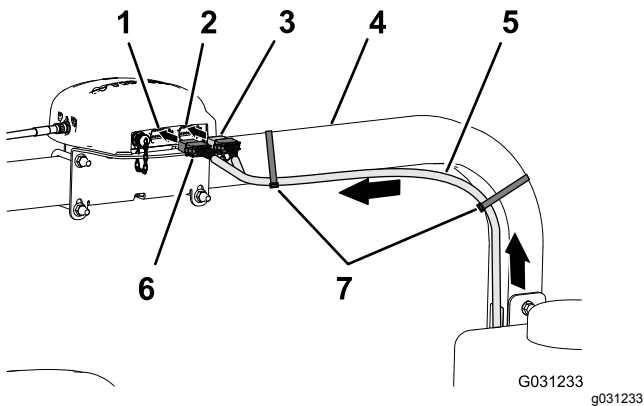

Bild 134
2. Verlegen Sie den 390-cm-Zweig des Datenkabelbaums entlang des rechten Überrollschutzrohrs mit dem 12-Buchsen-Stecker (**grau**) und den 12-Buchsen-Stecker (**schwarz** nach oben zum Navigationsempfänger (Bild 134).
rechten Überrollschutzrohr, wie in Bild 134 abgebildet.